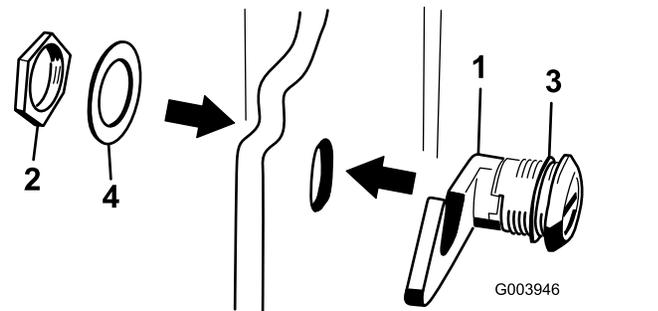

図 20
3. フードラッチアセンブリからナットを取り外す 図 20。